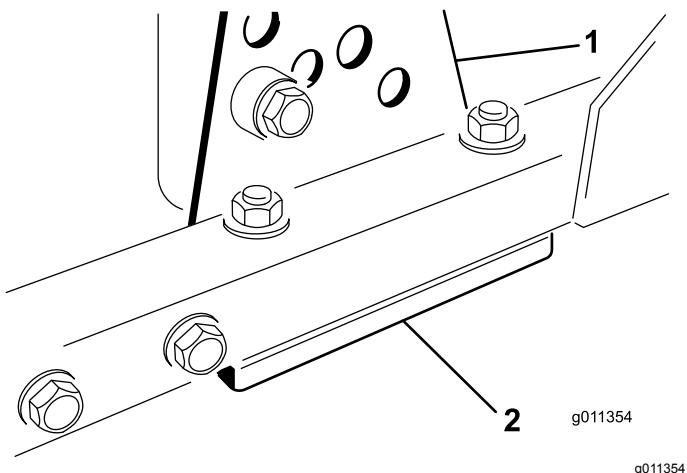

図 70
1. 刈り高ブラケット前、左、右のうち1つをデッキのフレームから外す図 70。
2. デッキフレームとブラケットとの間に厚さ 1.5 mm または 0.7 mm のシム、場合によってはこれらの両方を挿入して、希望する刈高を達成する 図 70。